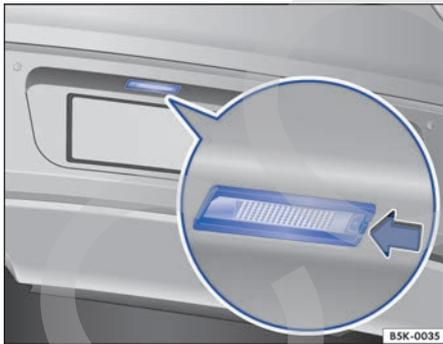

Fig. 178 En la chapa de cierre trasera, debajo del portón de carga: luz de la patente.
2. Presione con un destornillador en el rebaje de la luz de la patente, en el sentido de la flecha ⇒ fig. 178.